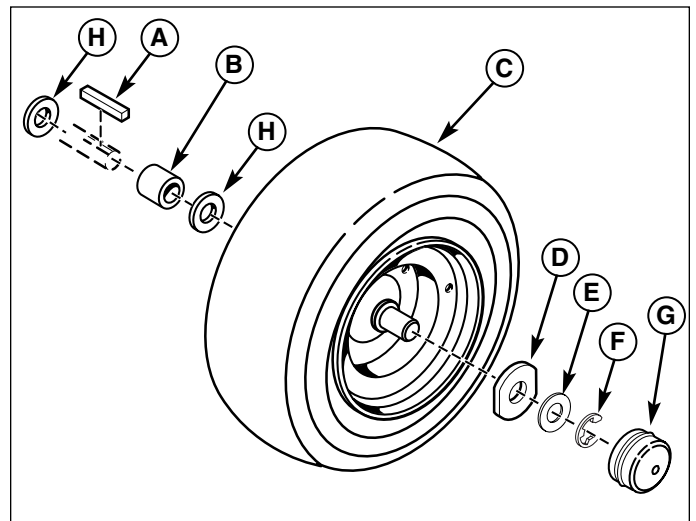

Abbildung 17. Hinterradachsen-Befestigungsteile
5. Bauteile in umgekehrter Reihenfolge wieder einbauen und den Traktor absenken. Darauf achten, dass die Passfeder (A, Abbildung 17) in der Achsnut eingesetzt ist.